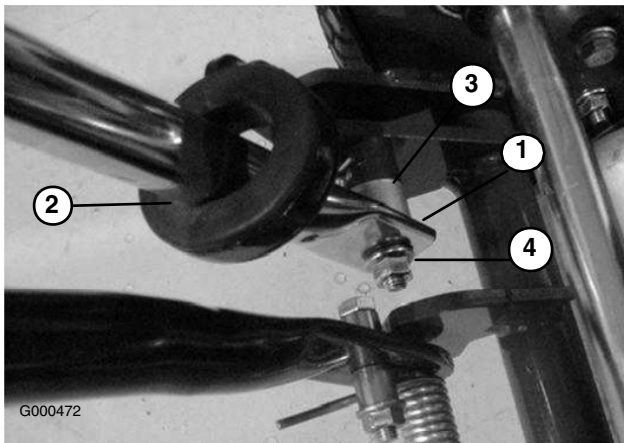

Figure 5
2. Introduisez les extrémité du guidon dans les fentes des bras de support(Figure 5).
3. Poussez les extrémités du guidon vers l'intérieur et engagez-les sur l'épaulement de l'axe de pivot (Figure 5).
4. Fixez le guidon à la vis de montage et à l'axe de pivot avec le contre-écrou à collerette (Figure 5).